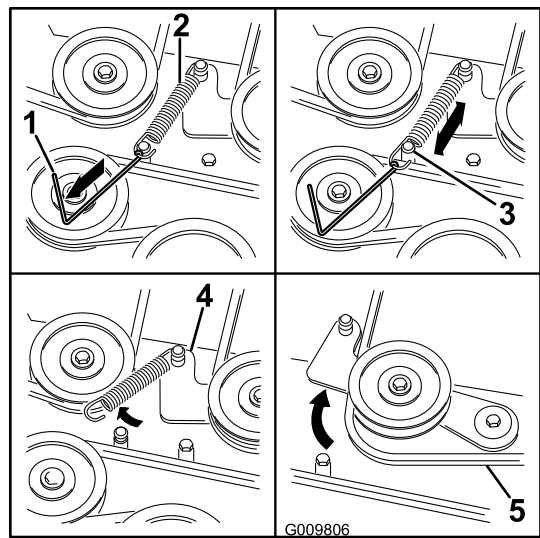

Figura 64
6. Usando una herramienta para la retirada de muelles (Pieza Toro N° 92-5771), retire el muelle tensor del espárrago de la plataforma para eliminar la tensión de la polea tensora (Figura 64).
9. Pase la correa nueva alrededor de las poleas del cortacésped y de la polea del embrague, debajo del motor (Figura 64).
10. Usando una herramienta para la retirada de muelles (Pieza Toro N° 92-5771), instale el muelle tensor sobre el espárrago de la plataforma para tensar la polea tensora y la correa del cortacésped (Figura 64).